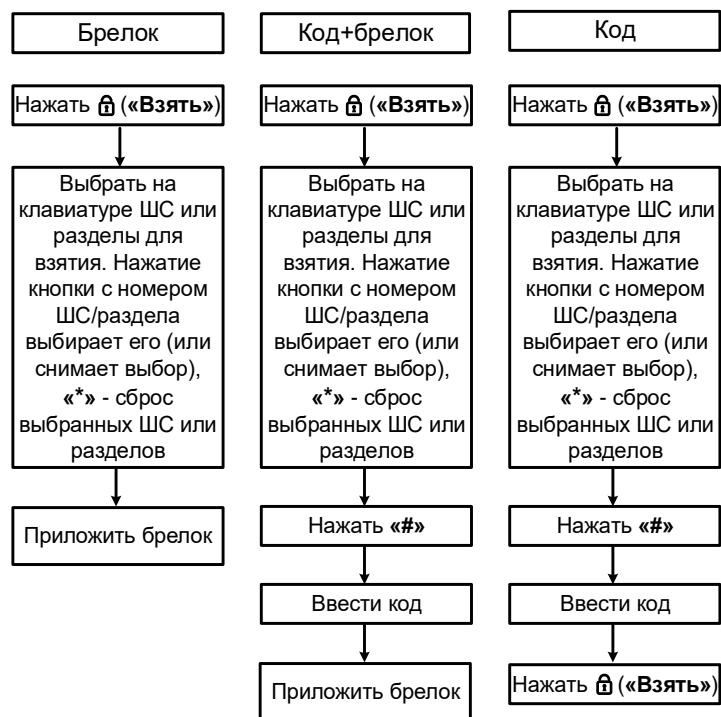

Рисунок 3 – Постановка под охрану с выбором шлейфов
- Если необходимо взять под охрану часть шлейфов (частичное взятие), то выбрать с помощью клавиатуры нужные шлейфы (по умолчанию для взятия выбраны все шлейфы, нажать «\*» для сброса всех выбранных шлейфов, клавишами «0» – «9» выбрать (или снять выбор) нужный шлейф, соответствующий номеру клавиши для постановки под охрану (см. рисунок 3) и ввести код идентификации хозоргана одним из способов, указанных в п. 2.1 и на рисунке 3 и согласованным с ПЦН;